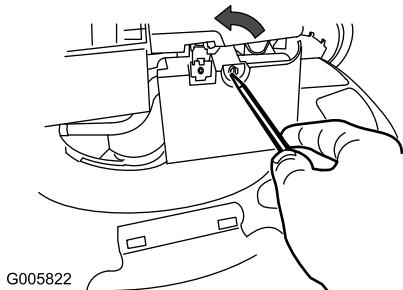

Figura 25
1. Utilice un destornillador para abrir la tapa del filtro de aire (Figura 25).